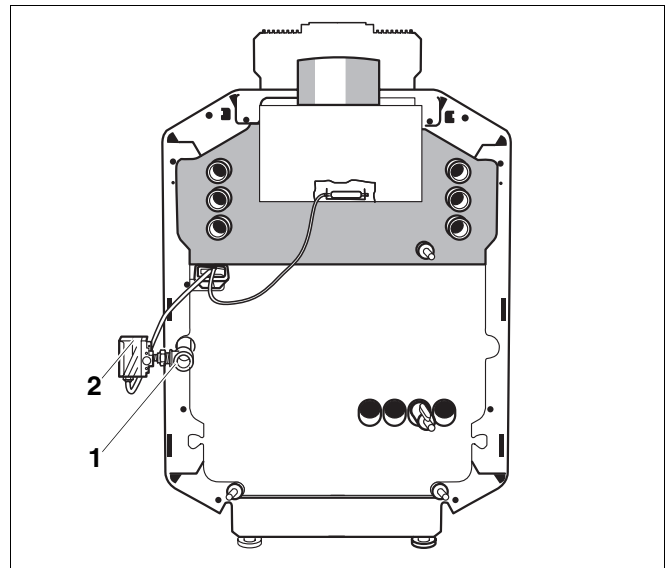

Abb. 22 Gasanschluss
- Die Gasleitung ist spannungsfrei am Gasanschluss anzuschließen (Abb. 22, **Pos. 1**).
- Bei **Flüssiggas** den mit den Umstellteilen gelieferten Gasdruckwächter (Abb. 22, **Pos. 2**) unmittelbar am Gasanschluss (Abb. 22, **Pos. 1**) des Heizkessels mit der Einstellscheibe nach oben oder nach außen in der Gasleitung eindichten, dabei mitgelieferten Reduziernippel verwenden und elektrischen Anschluss nach Schaltplan herstellen.